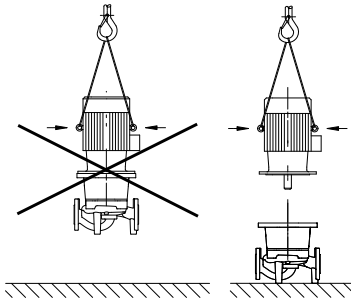

Fig. 6: Transport av motorn
- **Transportöglorna på motorn får endast användas för att lyfta motorn, inte hela pumpen (fig. 6).**